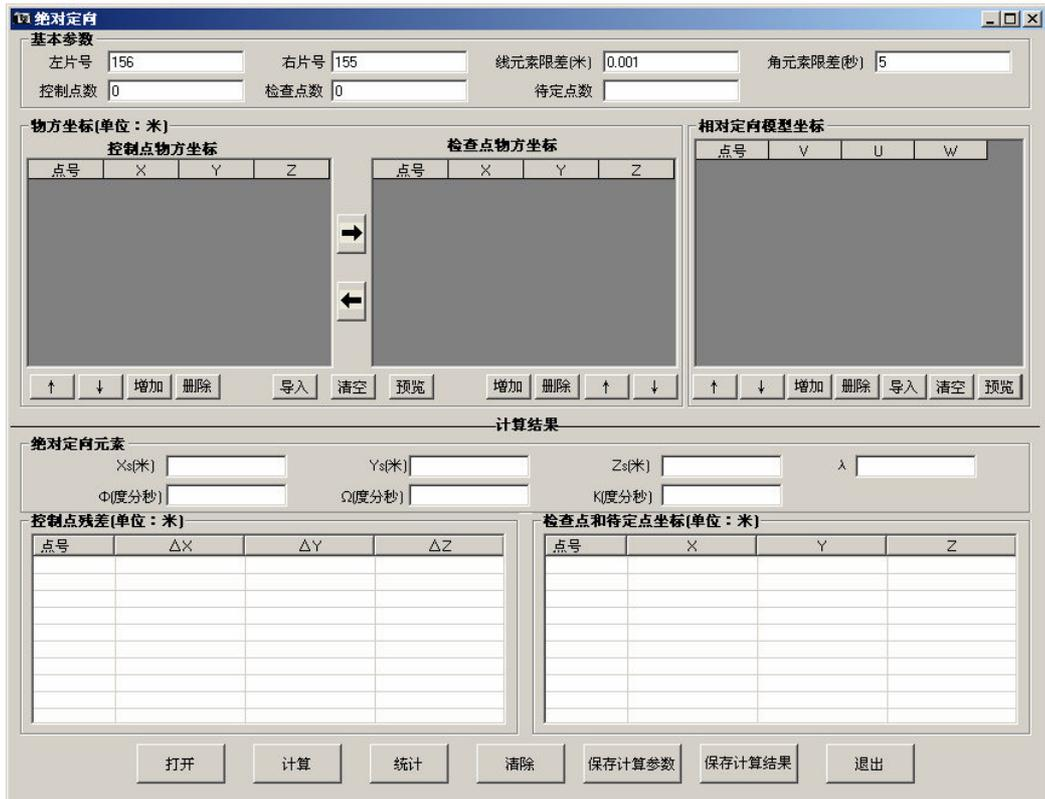

图 2-3 绝对定向界面
(1) 在系统主界面下点击【相对及绝对定向】→【绝对定向】，即出现“绝对定向”程序界面(如图 2-3 所示)。